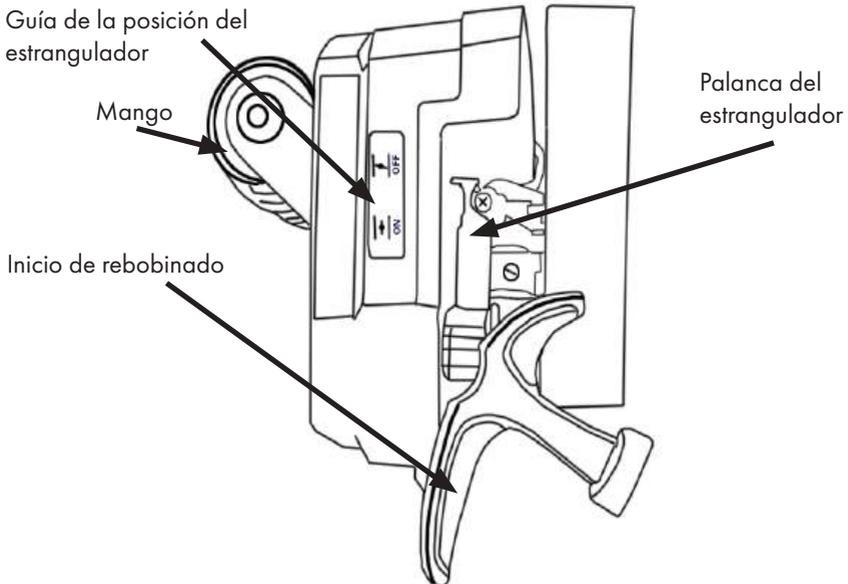

Figura 8
2. Mueva la palanca del estrangulador a la posición cerrada para estrangular el aire y aumentar el caudal de combustible. Consulte la figura 8 para obtener información sobre la posición del acelerador.